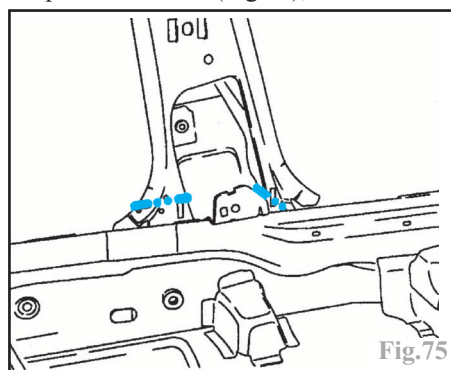

Fig.75
-à l'aide d'une meule épaisseur **1 mm** et déposer l'élément (Fig.75),